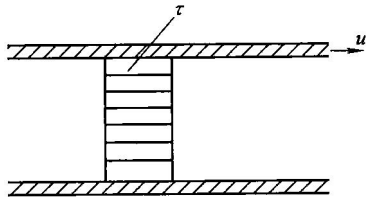

图 1-6
(2) 由于切应力 τ 为常数，故切应力沿液层呈矩形分布，如图 1-6 所示。